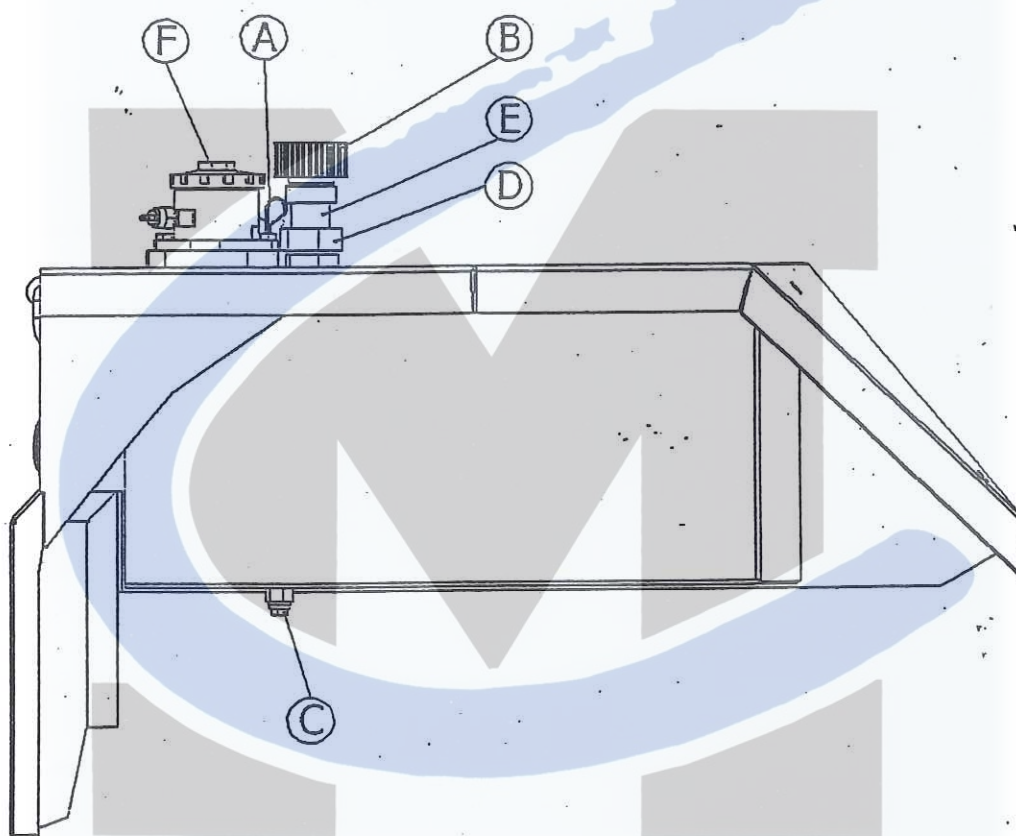

Figura 6-3
Controlar diariamente el en la varilla de sonda (A) del depósito del hidráulico el nivel de aceite (ver figura 6-3). El nivel es correcto cuando, con el cilindro de trabajo totalmente salido, no se llega al mínimo y, con el cilindro totalmente introducido, no se sobrepasa el máximo.
- Soltar los tornillos del filtro de retorno (F). El depósito se queda sin presión. Al soltar la tuerca (D), se desmonta el tubo (E) con el filtro de ventilación (B), ver figura 6-3.
- Dejar salir el aceite hidráulico a través del tornillo de escape (C) del depósito de aceite hidráulico.
- Volver a colocar el tornillo de escape (C) y apretar con fuerza.
- Mediante un dispositivo provisto de un filtrado previo de 10  $\mu\text{m}$ , llenar a través del tamiz (D) en el depósito con aceite.
- Finalizado el proceso, montar el tubo de ventilación (E) y volver a apretar con fuerza ambas tapas (F & B).
Cambiar el filtro de ventilación del depósito después de 2.500 horas (ver figura 6-3, posición B)